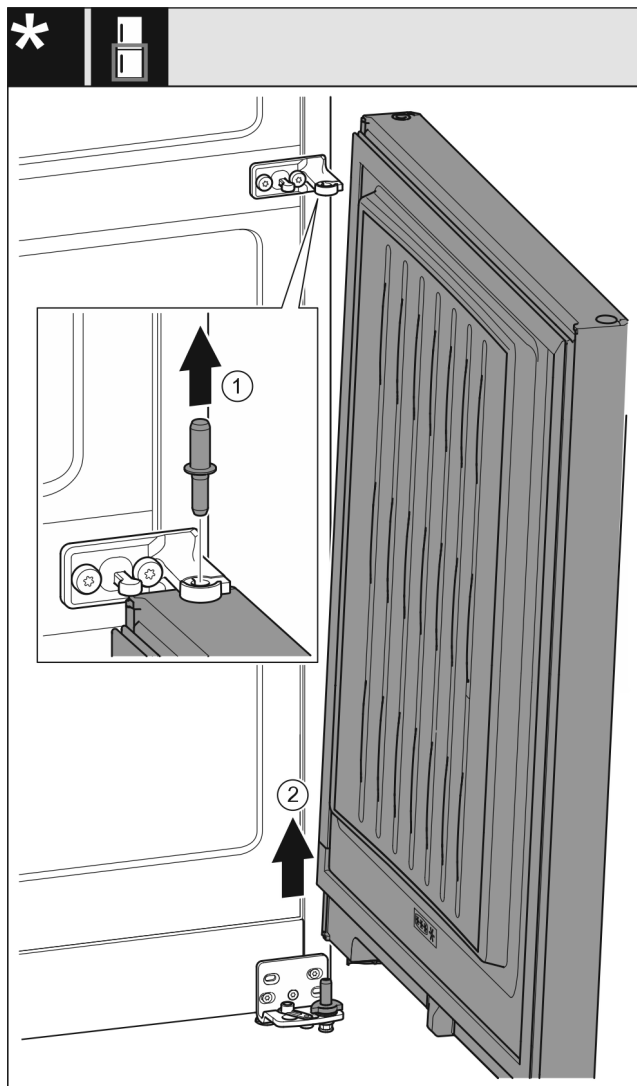

Fig. 10 Bez amortyzatora zamykania
- Wyjąć sworznie Fig. 10 (1) w górę.
- Wyjąć drzwi Fig. 10 (2) pociągając w górę, a następnie odstawić z boku.